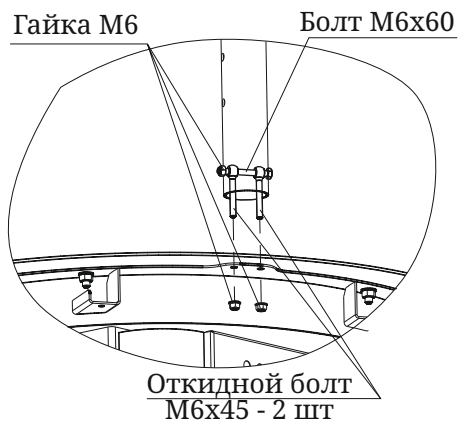

Рисунок 6. Крепление опорной стойки
2. Установите две опорные стойки в отверстия на чаше и зафиксируйте каждую из них с помощью болта M6x60 и двух болтов откидных M6x45 (см. рисунок 6). Болты необходимо выкрутить из транспортировочной стойки при распаковке изделия.